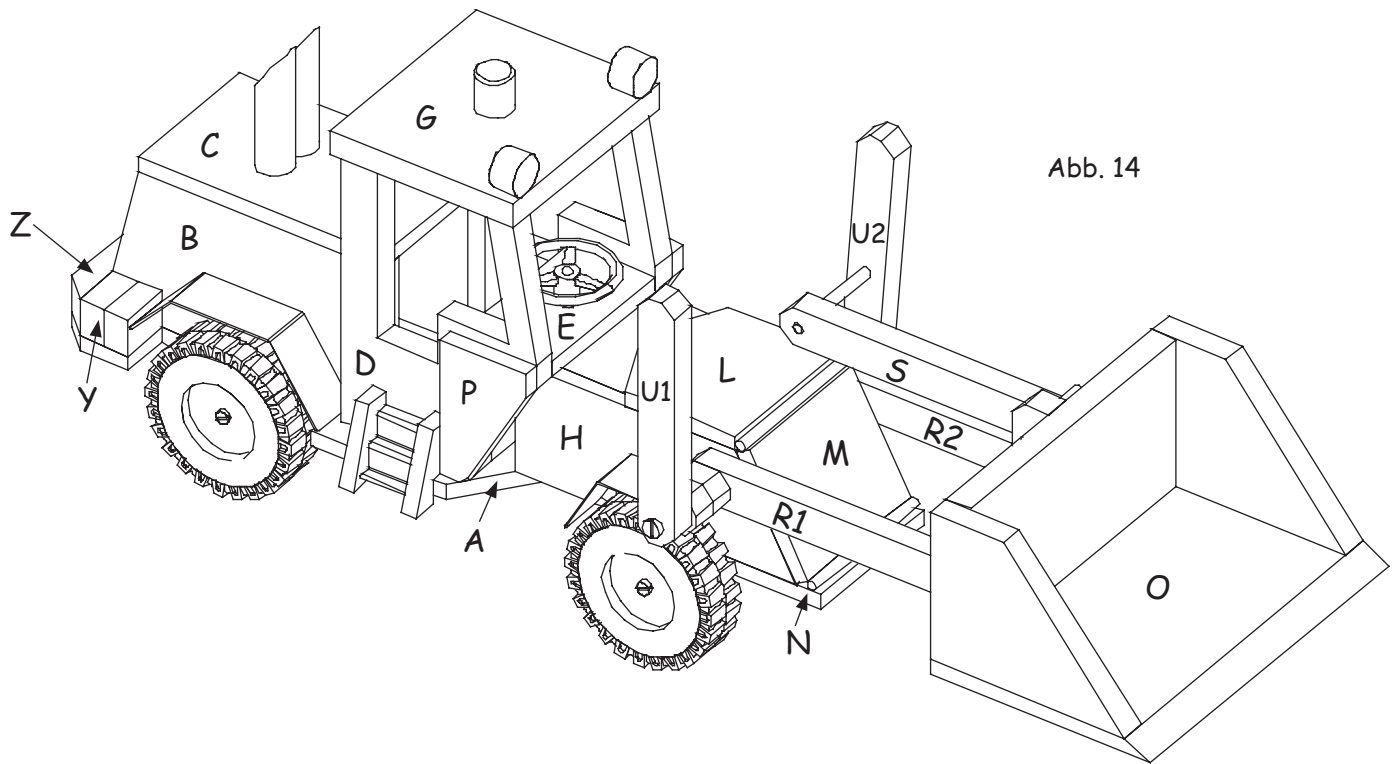

Abb. 14
12. DIE RÄDER, DIE KAMINE UND DIE LICHTER (ABB. 14):
Die Teile mit Schmirgelpapier nacharbeiten und nach Abb. 14 aufleimen.